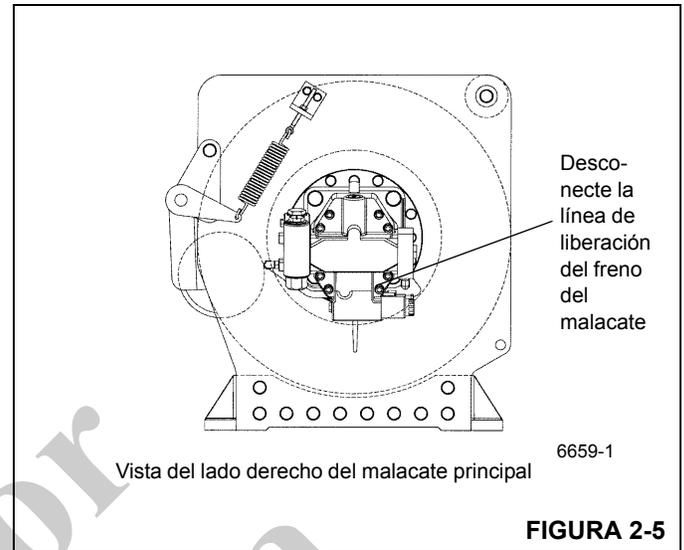

FIGURA 2-5
5. Desconecte y tape la manguera que conecta la válvula de control de sentido principal a la lumbrera "A" de la válvula de control del motor del malacate. Desconecte la línea de liberación del freno del malacate Figura 2-5. Tapone el adaptador y la manguera.
2. Vuelva a conectar la línea de liberación del freno al malacate principal Figura 2-5. Tapone el adaptador y la manguera.